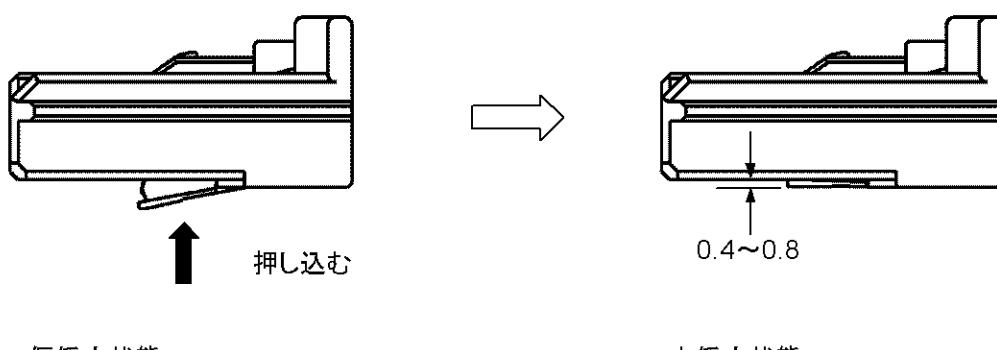

Fig.15
- (1) 全てのメス端子を挿入した後、ヒンジ部を押し込み本係止状態にします。ヒンジ部が Fig.15 のようになっていることを確認して下さい。